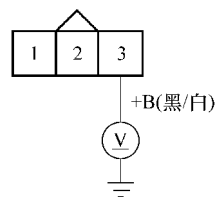

图 4-24 测量点火线圈插头 3 号端子与车身搭铁之间的电压
- 17) 打开点火开关至 ON (II) 位置。
- 18) 如图 4-24 所示, 测量故障气缸的点火线圈 3 芯插头 3 号端子与车身搭铁之间是否为蓄电池电压。